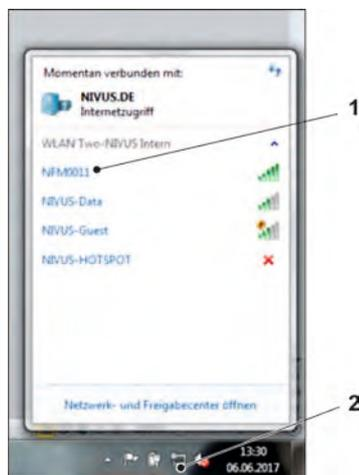

Abb. 31-21 (WLAN-)Netzwerk-Liste
2. Auf die Übersicht der zur Verfügung stehenden (WLAN-)Netzwerke (Abb. 31-21 Pos. 2) gehen.
3. In der WLAN-Liste das NFM (Abb. 31-21 Pos. 1) mit der entsprechenden SSID (Auslieferungszustand = Seriennummer) anwählen.